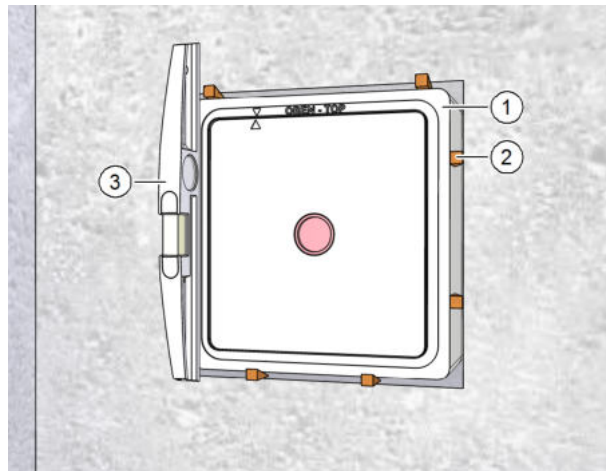

Abb. 12: Mauerkasten fixieren
- ▶ Fixieren Sie den Mauerkasten (Pos. 1 in Abb. 12) mit Keilen bzw. Luftkissen (Pos. 2 in Abb. 12) im Mauerdurchbruch.
- ▶ Richten Sie mit Hilfe der Wasserwaage (Pos. 3 in Abb. 12) den Mauerkasten lotrecht und bündig zur Wand aus.